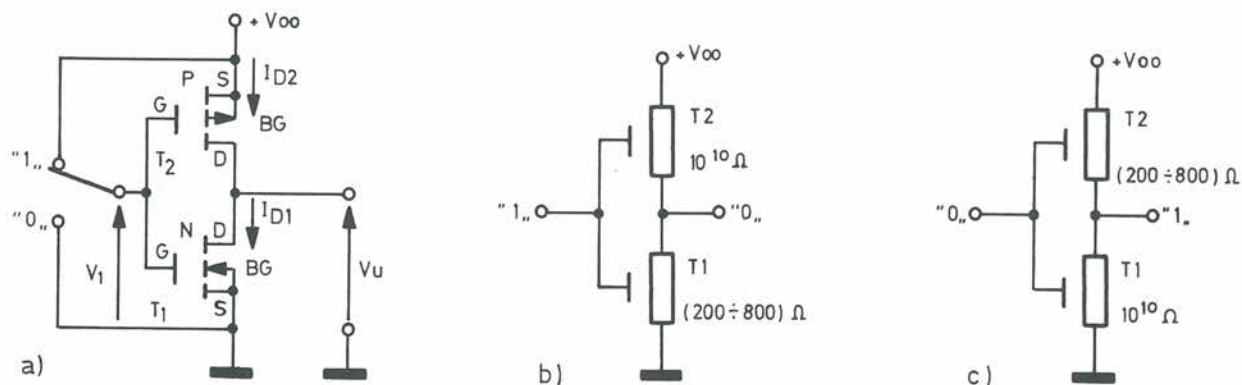

Figura 1. Schema di un invertitore C.Mos a) Sono evidenziate le due condizioni logiche b) e c) e i rispettivi valori di resistenza.
**P**er la costruzione di queste porte logiche vengono di norma utilizzati i Mosfet (enhancement) di tipo complementare, cioè dotate di canale P e N. Il nome C.MOS deriva dall'abbreviazione delle parole Complementar - Metal - Oxide - Silicon. Per capire il funzionamento dei Mosfet impiegati possiamo fare riferimento ad un semplice schema rappresentato in Figura 1. La posizione del deviatore stabilisce lo stato logico del segnale in ingresso: si può notare che il livello "1" coincide con la tensione di alimentazione che varia da un minimo di 3 Volt fino ad un mas-